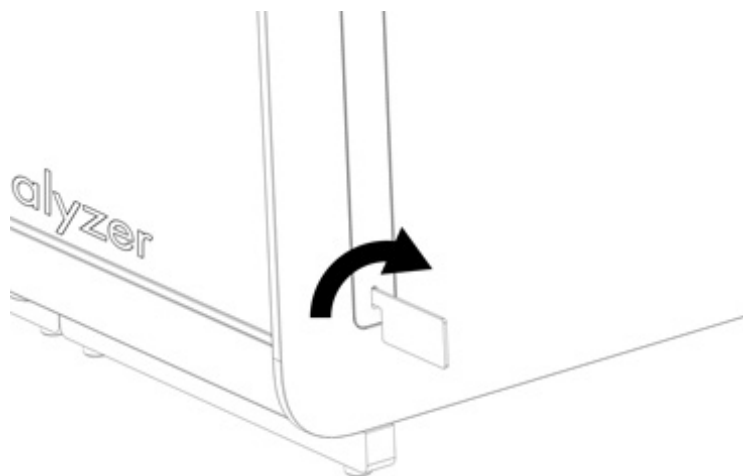

Bild 5. Ta bort skyddshöljen.
2. Ta bort skyddshöljerna från sidan av den analytiska enheten med borttagningsverktyget för den analytiska enheten som medföljde QIAstat-Dx Analyser 2.0 (bild 5).